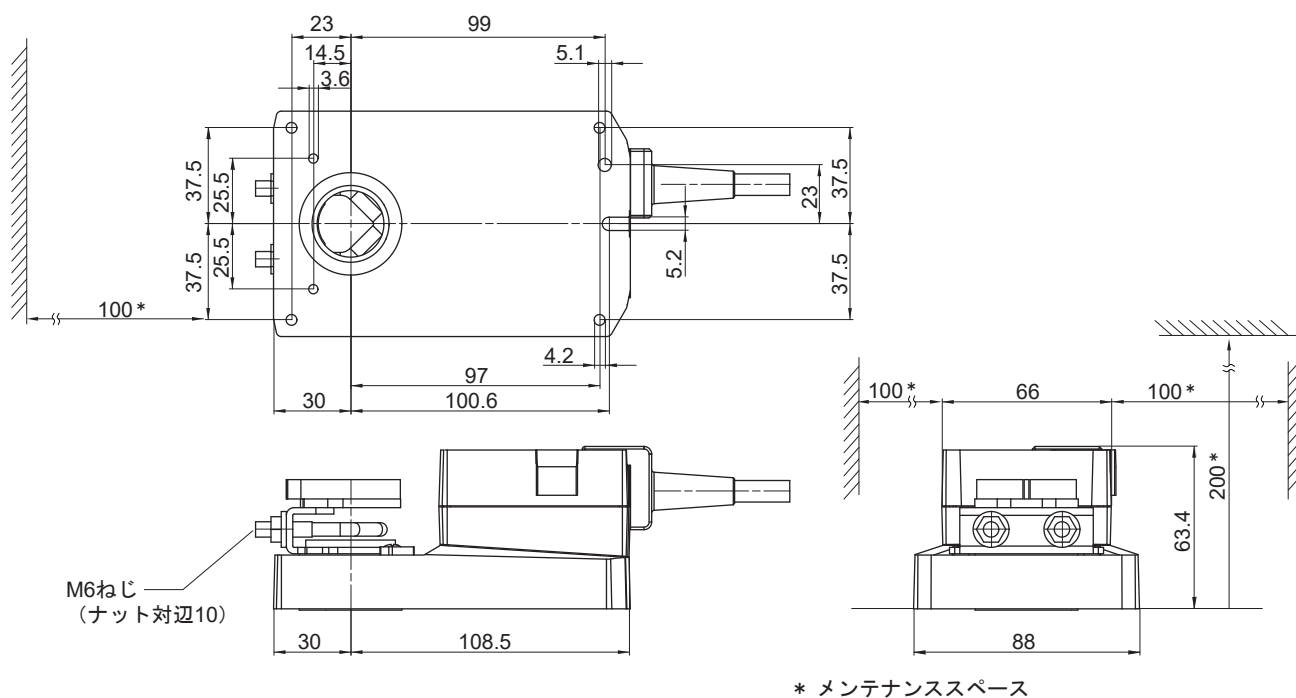

図1 外形寸法図 (mm)
- 本製品を取り付けるときには、図1に示すようなメンテナンススペースを確保してください。
- (1) ダンパシャフトを全閉位置にします。